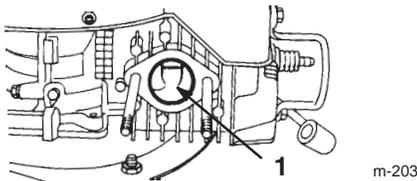

Figure 31
6. Tirez lentement sur le cordon du lanceur de sorte que le piston couvre l'orifice d'échappement (Fig. 31).
7. Nettoyez le carbone dans l'orifice d'échappement (Fig. 31) avec un racloir plat en bois.
8. Posez le silencieux à l'aide de la vis, des deux écrous et des deux rondelles-freins (Fig. 31).